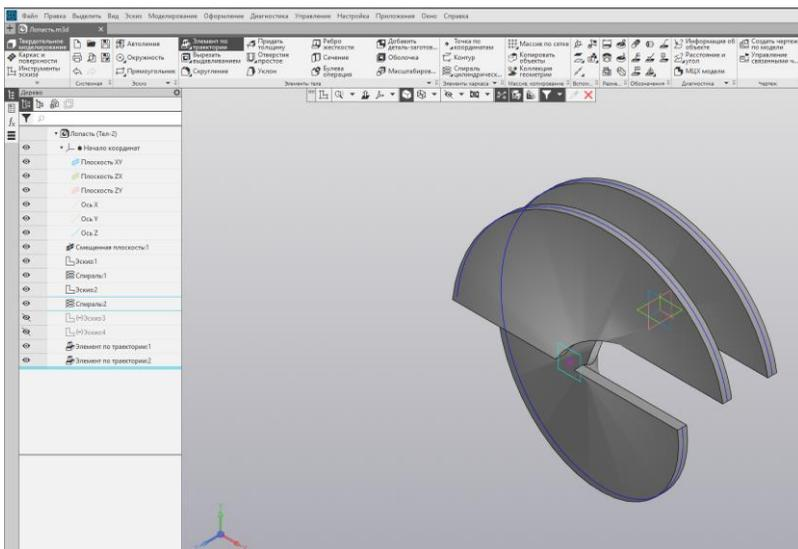

Рис. 51.
4) Аналогично постройте кинематический элемент для Спирали 2, указав Эскиз:4 и Спираль:2 в Дереве модели. Нажмите кнопку **Создать объект** (рис. 51).